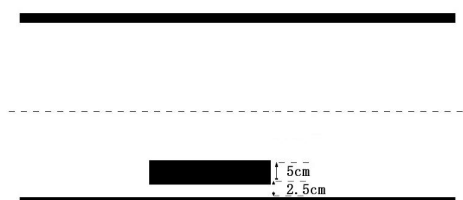

图 4 单边桥设置示意图
④ 隧道：隧道为布置在赛道两侧的 2 块直立板材，顶端不封闭，直立板材距离赛道外边沿 $10\text{cm} \pm 1\text{cm}$ ，隧道长度 $50\text{cm} \sim 100\text{cm}$ 。
⑤ 单边桥：单边桥使用路肩制作为等腰梯形形状。距离赛道黑色边界内边沿 2.5cm ，单边桥宽度 5cm ，长度 45cm ，2 个斜坡长度相同，平台长度 25cm 。单边桥平面示意图如图 4 所示。